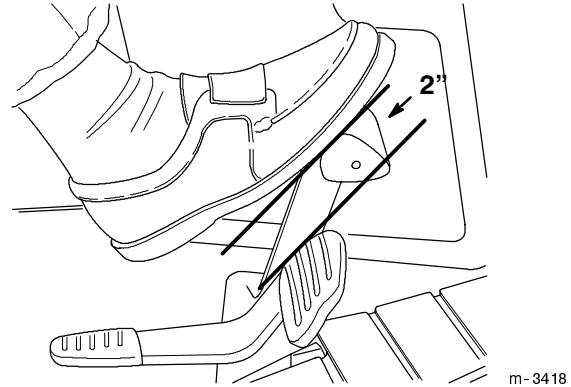

Abbildung 38
3. Das Bremspedal herunterdrücken. Es sollte ein Spiel von 51 mm (2") vorhanden sein (Abb. 38), bevor die Bremse zu greifen beginnt.